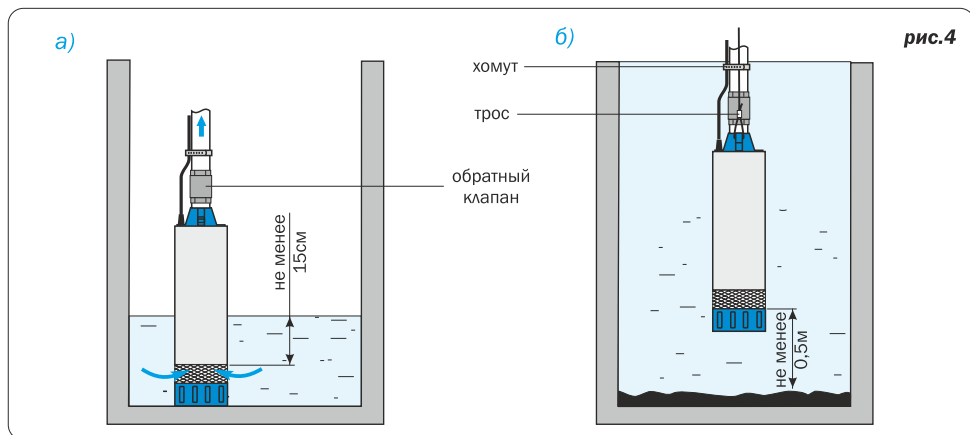

рис.4
Насосы эксплуатируются частично или полностью погруженными в перекачиваемую жидкость (см.рис.1 и рис.4).
- Насос может быть установлен на дне источника или емкости (рис.4а), если оно твердое, и при этом соблюдаются требования раздела 6.
- Насос может быть подвешен на тросе (веревке), на высоте, исключающей попадание в насос загрязнений со дна источника (рис.4б). Как правило, эта высота - не менее 0,5м от дна.